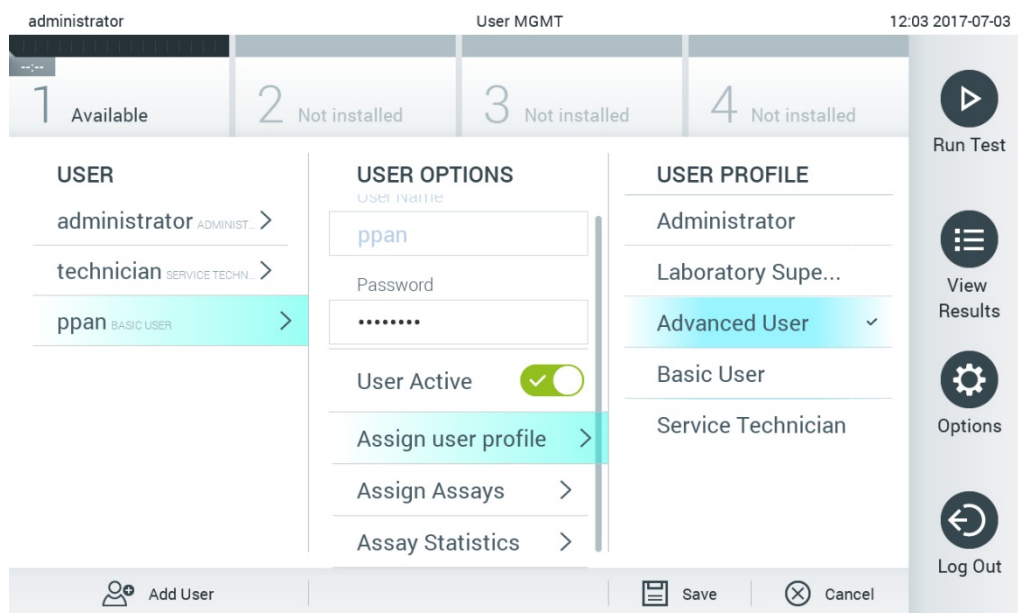

Figura 60. Atribuição de perfis de utilizador aos utilizadores.
- Assign User Profile (Atribuir perfil de utilizador): permite atribuir um perfil de utilizador diferente para esse utilizador (por ex., Administrator [Administrador], Laboratory Supervisor [Supervisor de laboratório], Advanced User [Utilizador avançado], Basic User [Utilizador básico]). Selecione o perfil de utilizador adequado a partir da lista à direita da área de conteúdo (Figura 60).